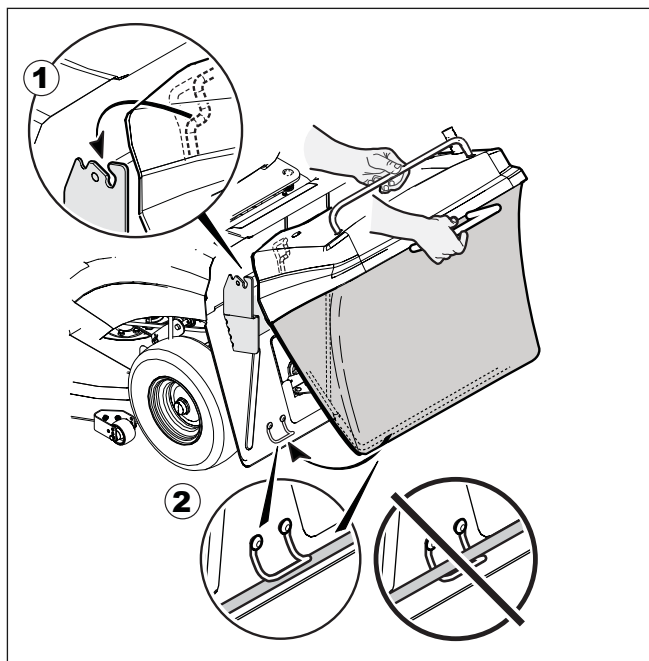

Abbildung 5
1. Die Grasbeuteleinheit wie gezeigt an den Bügeln des Grasfängers befestigen (siehe **Abbildung 5**).